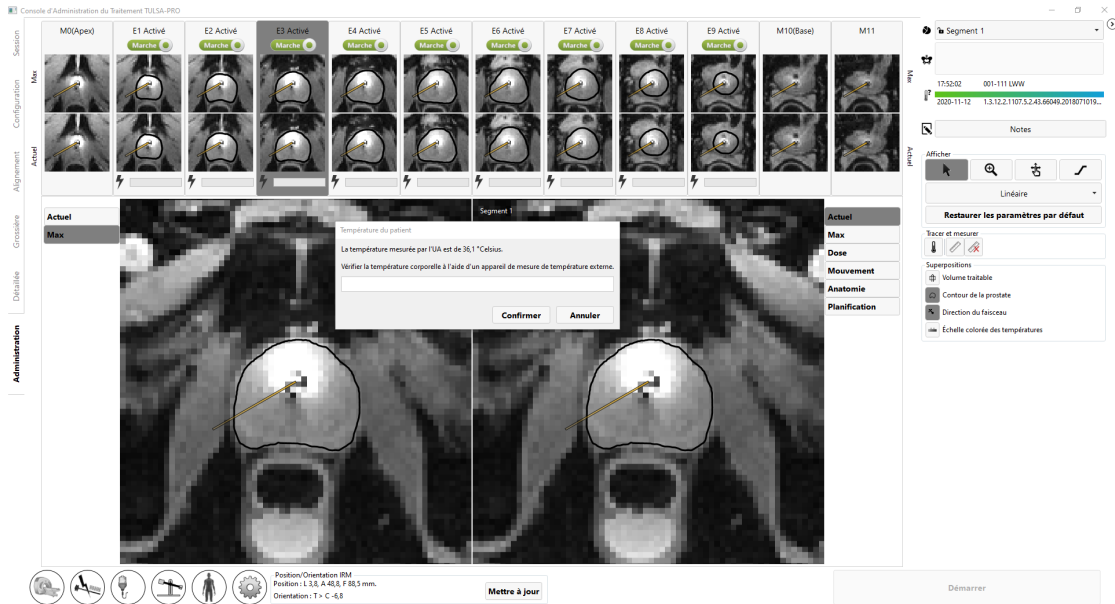

Figure 52 : L'utilisateur doit saisir la température corporelle centrale du patient avant de procéder à l'administration.
3. **Radiologue** : cliquer sur **Démarrer le traitement** sur la TDC. Il convient de vérifier la température corporelle centrale à l'aide d'un appareil de mesure de la température externe avant de continuer (Figure 52). Saisir la température en degrés Celsius et cliquer sur **Confirmer**. La TDC passe alors à l'état **Initialisation du traitement** et affiche qu'elle est prête à recevoir les images thermométriques.